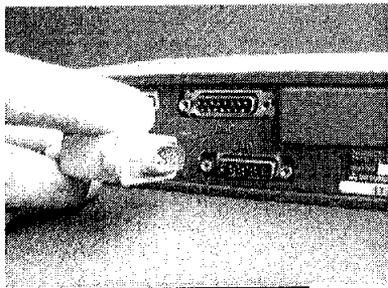

FIG. 22
10. Conecte la interfase en el puerto de la unidad transreceptora etiquetada como AU y apriete los tornillos de sujeción (fig. 22,23 y 24).